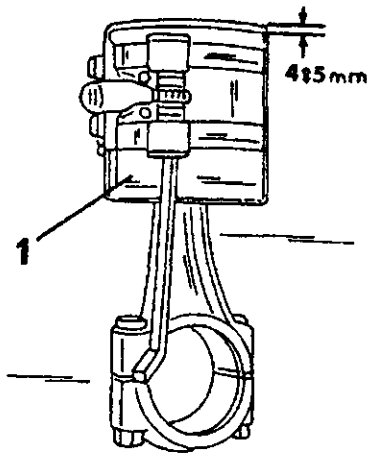

Рис. 129. При установке стяжной ленты поршень должен выступать на указанный размер (при наличии рабочих гильз цилиндров).
- Смазать поршень моторным маслом и вставить его в соответствующую рабочую гильзу цилиндра. Для сжатия поршневых колец при установке поршня требуются соответствующие стяжные ленты. При наличии рабочих гильз цилиндров наложить стяжную ленту вокруг поршня так, чтобы верхний край поршня еще выступал на примерно 4 — 5 мм (Рис. 129). Это обеспечивает начало вдвигания поршня в рабочую гильзу цилиндра. При чугунном блоке цилиндров наложить стяжную ленту вокруг поршня таким образом, чтобы нижняя часть рубашки поршня оставалась свободной, как показано на рисунке 130 и после этого указанным на рисунке 131 образом задвинуть поршень в отверстие сверху. При наличии рабочих гильз цилиндров поршни вставлять так, чтобы плоские стороны шатунов и поверхность верхней стороны рабочей гильзы были параллельны и чтобы стрелка на днище поршня указывала к передней стороне двигателя. Взаимное расположение шатуна и поверхность рабочей гильзы цилиндра представлено на рисунке 132.